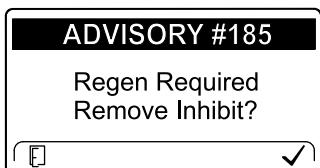

Figura 37
**Nota:** Se configurar o InfoCenter para inibir a regeneração, o InfoCenter apresenta o Aviso N.º 185 (Figura 37) a cada 15 minutos enquanto o motor pedir uma regeneração de reposição.